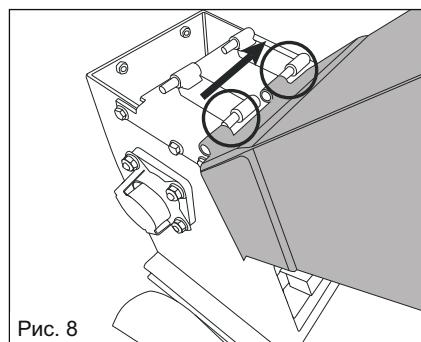

Рис. 8
- Установите бункер (4) в положение на раме основания (9) над режущими лезвиями и сдвиньте его поперек так, чтобы штифты рамы вошли в зацепление с петлями на бункере (4) (рис. 8).